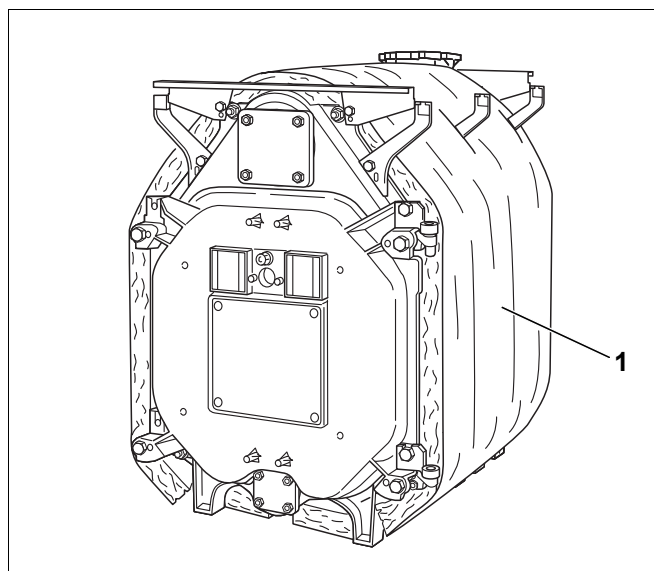
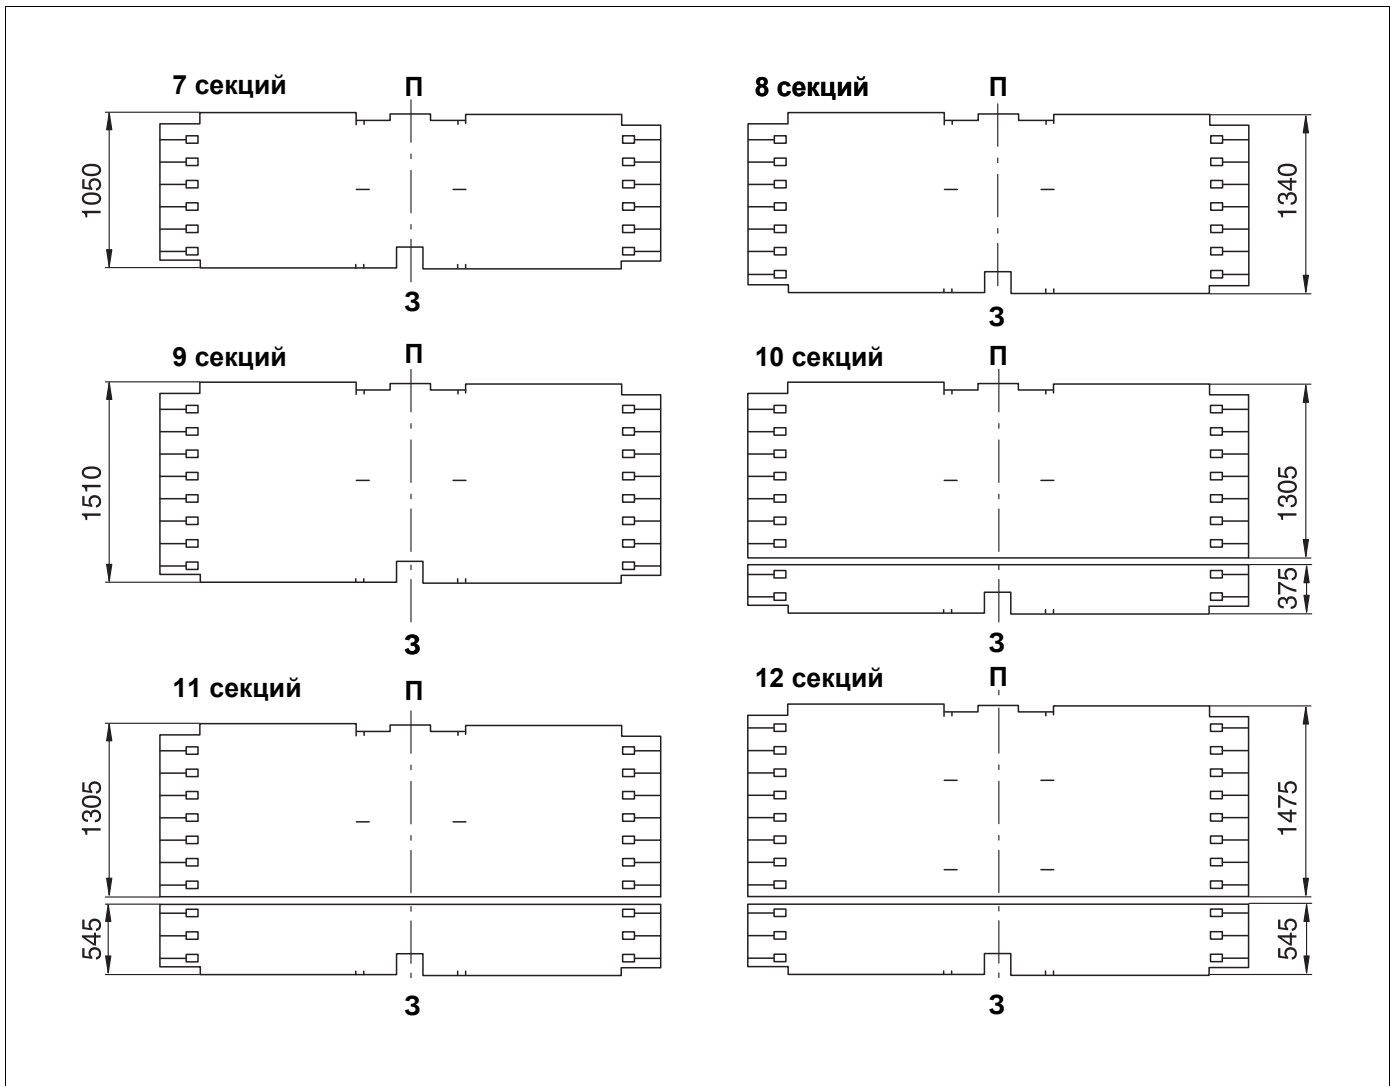

Рис. 41 Котловой блок с теплоизоляцией
Рис. 42 Теплоизоляция для различных типоразмеров котла (размеры в мм)
- ▶ Поставляемые теплоизоляционные элементы (рис. 41, [1]) соответствуют типоразмеру котла. Расположить теплоизоляционные элементы на котловом блоке так, как показано на рис. 42 (цифры над развернутой теплоизоляцией соответствуют количеству секций котла).